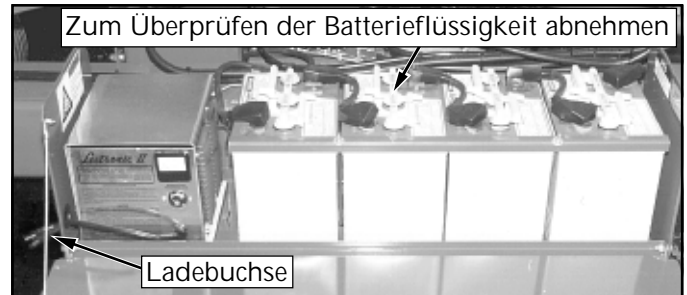

Bild 4: Fahrwerk-Leistungsmodul, linke Seite
Überprüfen Sie den Batteriefülligkeitsstand täglich (Bild 4), besonders, wenn die Teleskop-Hubbühne in einem warmen, trockenen Klima betrieben wird.
3. Verbinden Sie das Verlängerungskabel (1,5 mm2 Mindestkabelquerschnitt und maximal 15 m lang) mit der Ladebuchse an der Vorderseite des linken Fahrwerkmoduls (Bild 4). Verbinden Sie das Verlängerungskabel mit einer ordnungsgemäß geerdeten Buchse mit der richtigen Spannung und Frequenz.